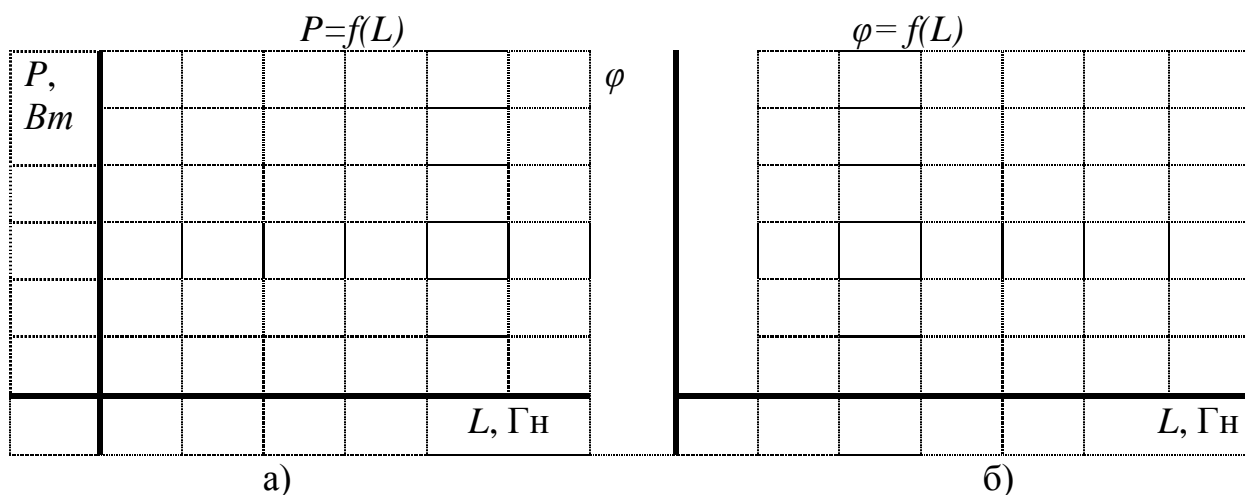

Рисунок 3.2 – Графіки залежностей: а) $P=f(L)$; б) $\varphi=f(L)$
5. Побудувати залежності $P=f(L), \varphi=f(L)$ (рисунок 3.2).